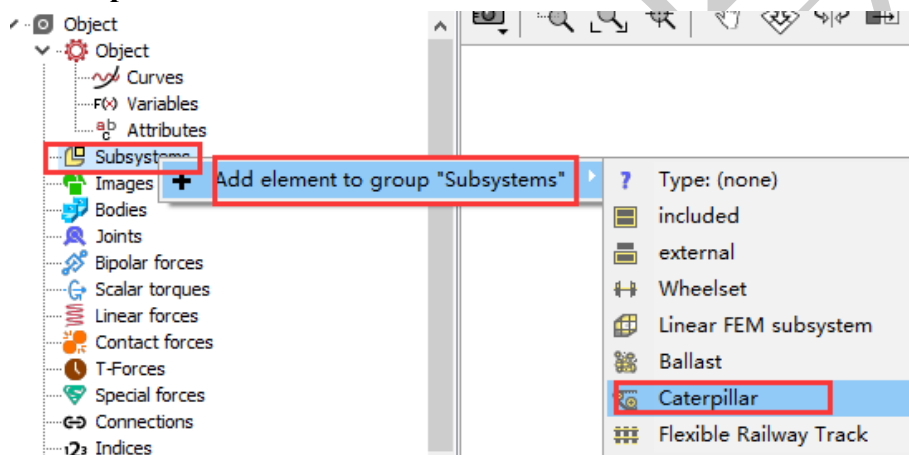

图 1.2
3. 在左侧模型树选中 **Subsystems**，点右键(或在右侧交互界面点击按钮 )，添加一个子系统（**Add element to group of "Subsystems"**），从中选择 **Caterpillar** 履带子系统，如图 1.2 所示。